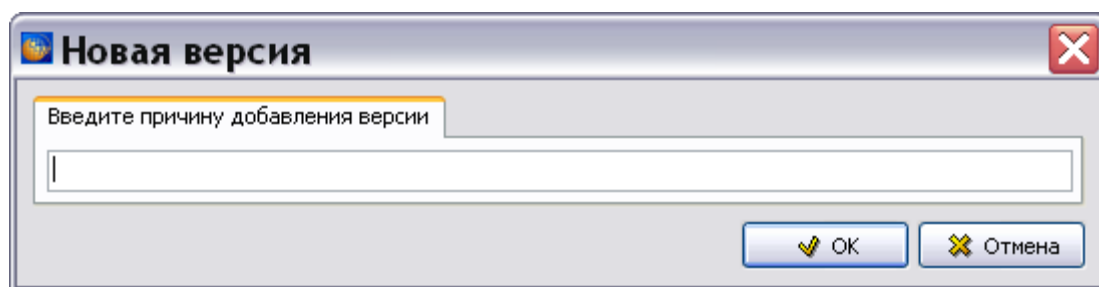

Рис. 15.1
5. Если в свойствах проекта выбран параметр **Запрашивать причину создания версий** (См. раздел «Вкладка **«Дополнительные параметры»**»), то после выбора вида добавляемой версии появится окно для ввода причины добавления версии (Рис. 15.1).